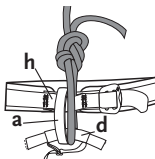

Figure 4
- ◆ Tie the climbing rope to your harness as shown in Figure 4, making sure that your knot includes the leg loop cross-piece (d) and the tie-in loop (h).
- ◆ Encordez-vous comme indiqué Figure 4, en vous assurant que votre nœud inclut le pont du cuissard (d) et le point d’encordement (h).